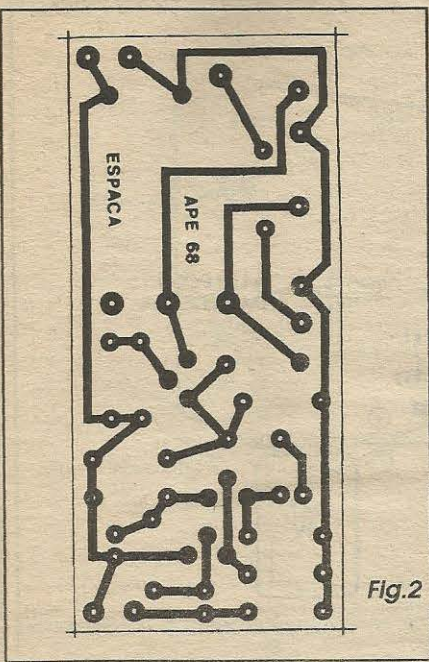

Fig. 2
- **FIG. 2 - LAY OUT DO CIRCUITO IMPRESSO ESPECÍFICO** - Com o componente mais *taludo* da montagem, que é a bobina, ficando *fora* da placa, as dimensões desta puderam manter-se em padrões mínimos, garantindo razoável compactação ao conjunto... O lado cobreado do impresso, com o padrão de ilhas e pistas em tamanho natural, é visto na figura, podendo ser diretamente *carbonado* sobre a face cobreada de um fenolite *virgem* nas conveniente dimensões, seguindo-se a traçagem, corrosão, limpeza, furação e nova limpeza, conforme é praxe...
Nas **INSTRUÇÕES GERAIS PARA AS MONTAGNES** (encarte permanente de APE...) os leitor/hobbysta novato encontra importantes dicas e orientações quando à confecção e uso de circuitos impressos, para o melhor aproveitamento das vantagens dessa técnica de montagem... O fundamental é não esquecer de - ao final da confecção da placa - conferi-la com bastante atenção e cuidado, usando como gabarito o diagrama da **FIG. 2**, apenas iniciando as inserções e soldagens depois de obter a certeza de que tudo está rigorosamente *nos conformes*...